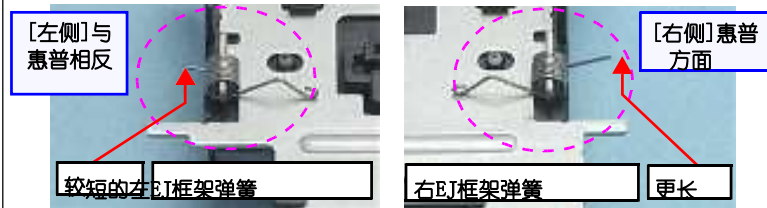

图1-78。 重新安装前框架 (1)
- 安装EJ Frame Assy时，请确保安装左/右EJ框架弹簧，如图1-78所示。由于弹簧很容易脱落，因此请小心操作EJ Frame Assy。